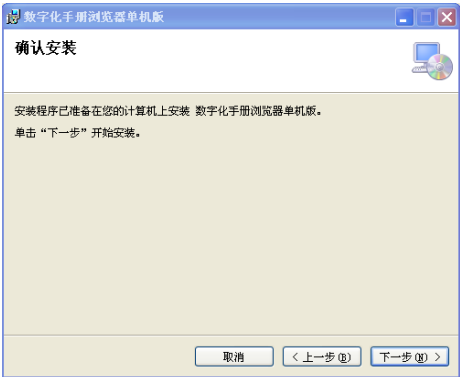

图 A.2-5 确认安装界面
- (6) 进入如图 A.2-5 所示的确认安装界面，单击“下一步”按钮开始安装。